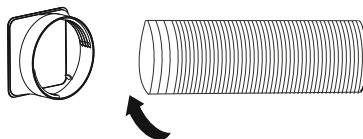

Рис. 14.
2. Закрепите насадку адаптер для соединения с прибором (рис. 14).